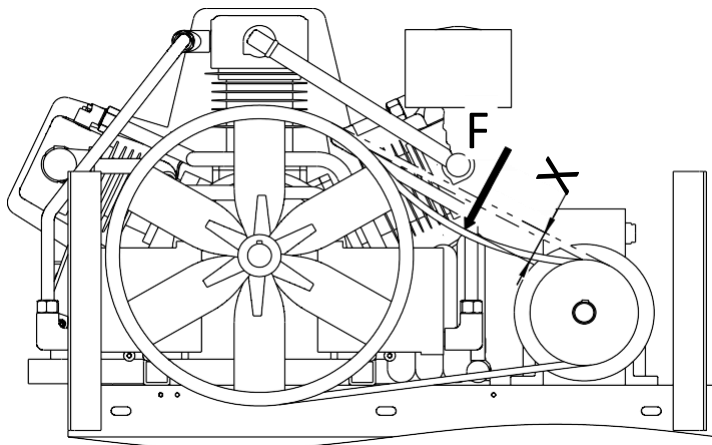

Рисунок 4
- 3 Приложите силу  $F$  с усилием 40...55 Н, перпендикулярно к середине ремня (рисунок 4).